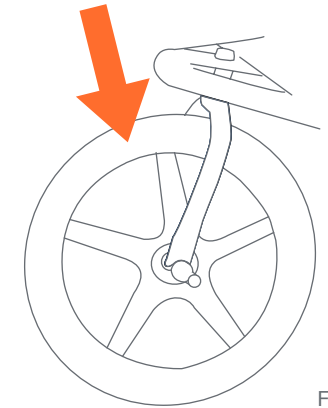

Fig. 22
22) • Soulevez la roue avant du sol et frappez brusquement sur le dessus du pneu (Fig. 22). La roue ne devrait pas être branlante ou se détacher.